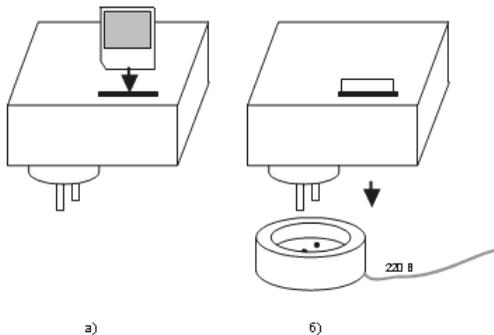

Рисунок 38
6.9.7 После подключения регистратора к измеряемой цепи (рисунок 38б), на лицевой панели последовательно кратковременно загорятся сначала все светодиоды, затем светодиоды: «Минута», «Работа» и спустя несколько секунд начинает мигать светодиод «Режим». Затем светодиод «Минута» начинает мигать с интервалом в 1 с. Режим самодиагностики регистратора прошел успешно и регистратор ожидает начала новой минуты для начала регистрации ПКЭ.